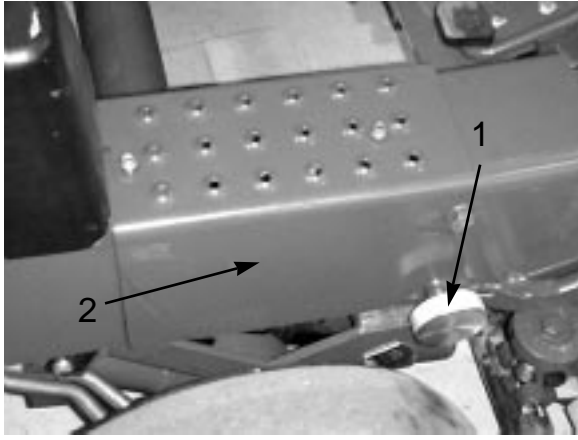

図 4
5. ハンドルアームをノッチに合わせ、ノブとピンで固定する(図4)。
6. 右側ステップをフレームに取り付ける（セルフタップ・ネジ2本：図4）。